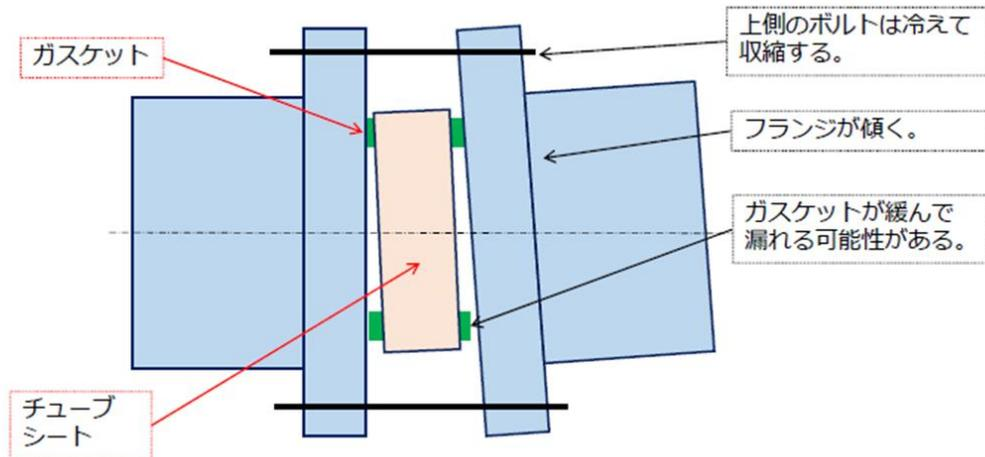

図1 熱交換器のサーマルショックによる漏えい
<p>ナット、ガスケットに漏えいの起因となる傷、変形は認められず、設備の不具合が無いことを確認した。</p> <p>【原因の推定】</p> <p>① 内部流体が漏えいしたフランジは軸力管理が行われており、解放後の目視点検で異常が発見されなかったことから、漏えいの原因となる設備の不具合は無いと考えられる。</p> <p>② 発災当時は、所内雨量計データでピーク時に 143mm/h の記録的な集中豪雨であった。集中豪雨により、フランジ上部に大量の雨水がかかり、フランジ上下間で一時的に大きな温度差が発生し、フランジ部からの内部流体が漏えいし、火災に至ったと判断した(図 1 参照)。</p>
- 大雨が降ると、上側のボルトとフランジが冷える。ボルトが急激に冷えた場合、図1のように上側のボルトは収縮して締まるので、フランジに傾斜がつき、下側のガスケット面圧が下がって漏れる可能性がある。